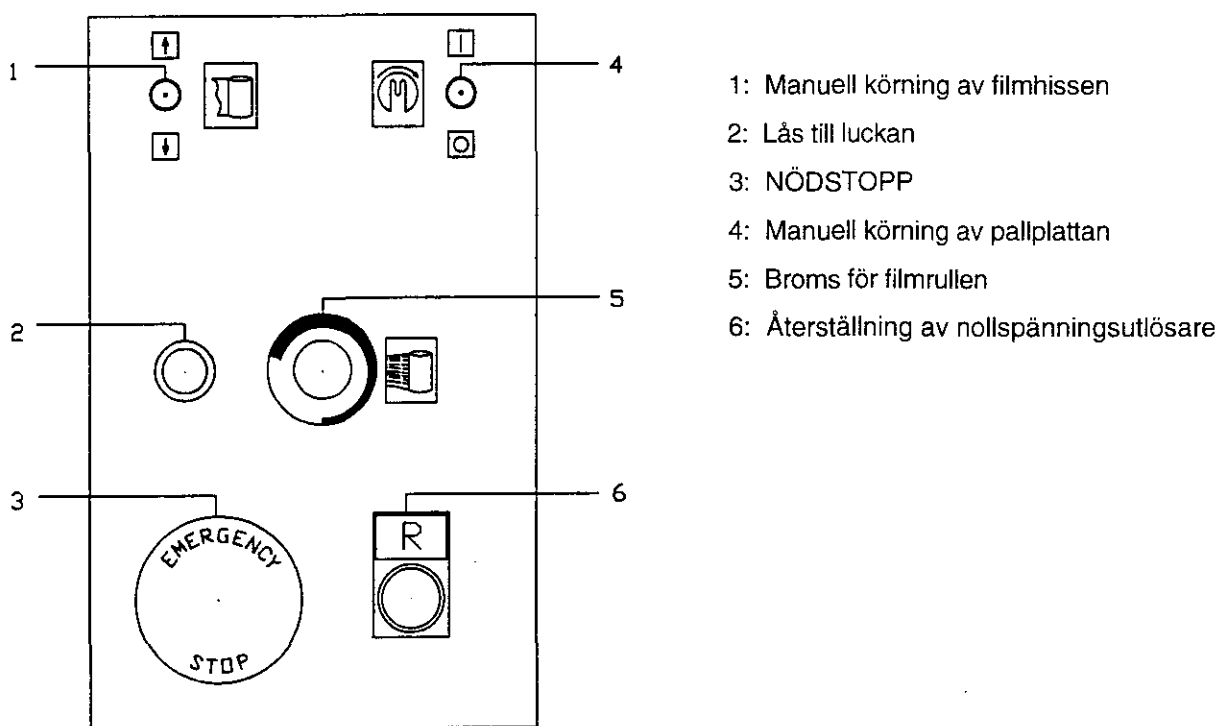

Fig 5. Manöverpanel
- Kontrollera rätt fasföljd hos filmhållarens motor. När brytaren till filmhållaren förs uppåt, skall filmhållaren röra sig uppåt. (Se fig 5).
- 4 Ställ strömbrytare (4) i fig 5 för manuell körning av plattan på läge [1]. Plattan börjar rotera.
- 5 Starta filmvagnen med strömbrytare (1) i fig 5. Trycks strömbrytaren uppåt, förs rullen uppåt. Trycks den nedåt, förs rullen nedåt.
- 6 Bromsningen av filmen (filmspänningen) regleras med reglage (5) i fig 5.
- 7 Efter avslutad emballering ställs strömbrytare (4) på läge [0]. Pallplattan stannar. Filmen måste nu kapas manuellt.
- 8 **Om maskinen är utrustad med toppressplatta** förs denna upp manuellt med vipprömbrytare (1) i fig 5.
- 9 Om strömmen bryts eller Nödstopp trycks in, måste maskinen startas igen med resetknappen (6) i fig 5.